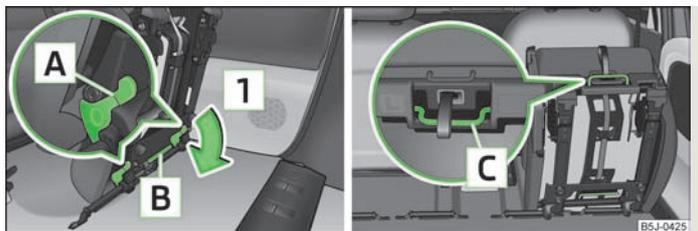

Fig. 39 Déverrouillage du siège rabattu vers l'avant/poignées de transport sur l'assise
- › Déverrouillez le siège rabattu en appuyant sur les verrous du siège **A** » fig. 39 dans le sens de la flèche **1**.
- › Rabattez le siège extérieur vers l'avant » page 53, *Rabattement du dossier vers l'avant et rabatement du siège complet vers l'avant* et verrouillez-le » fig. 39.